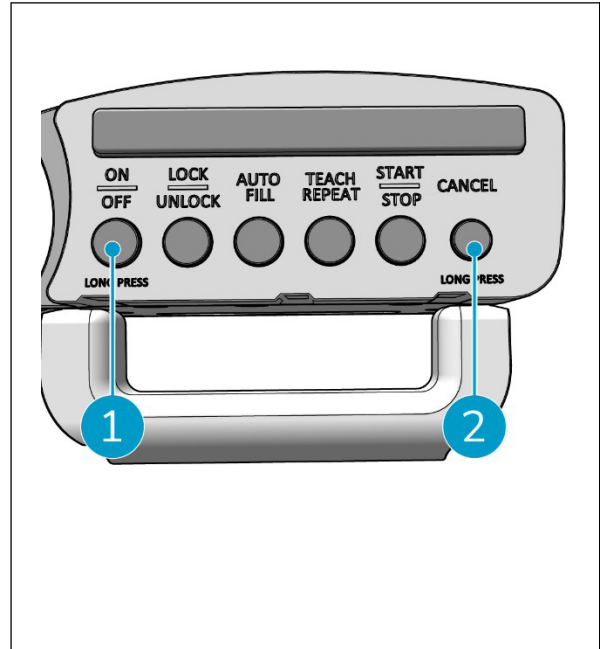

Figura 48
2. Mantenga pulsados simultáneamente el botón ON/OFF (Figura 48, pos. 1) y el botón CANCEL (Figura 48, pos. 2) del mando. El controlador de la empuñadura emitirá 3 pitidos para indicar que se ha eliminado la conexión.